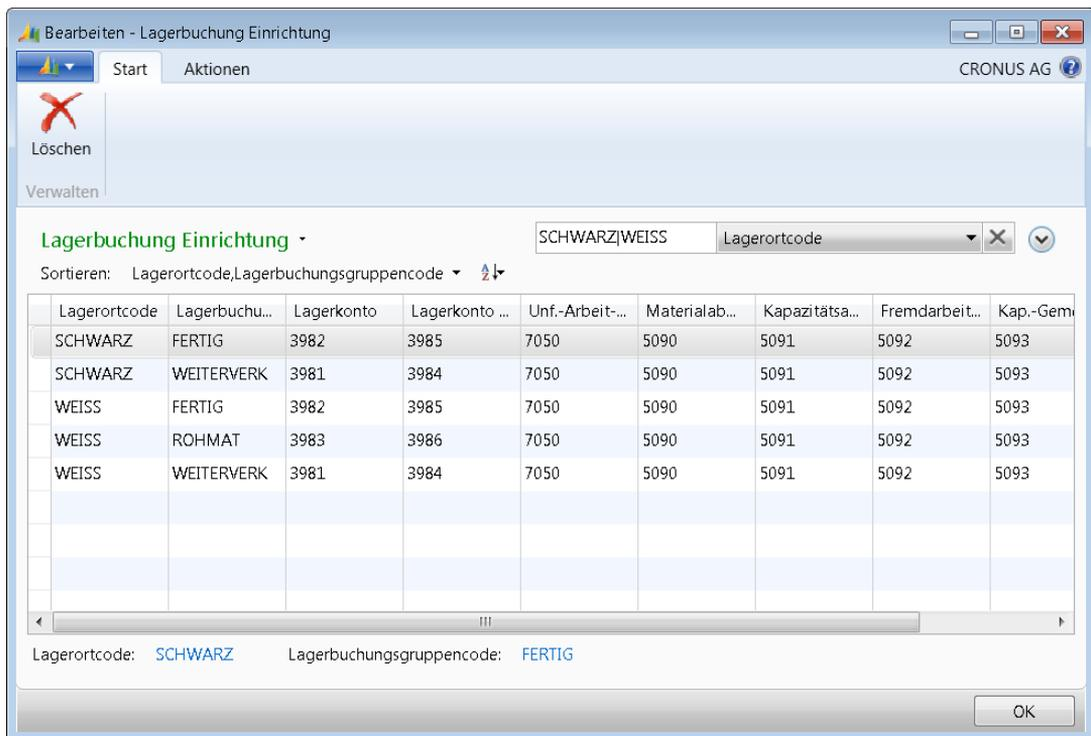

Abbildung 6.6 Einrichtung der Lagerbuchung des Lagerorts SCHWARZ
10. Wiederholen Sie die Schritte 8 und 9, um auch die Lagerbuchungsgruppe WEITERVERK für die Verwendung des Lagerorts SCHWARZ einzurichten (siehe Abbildung 6.6).